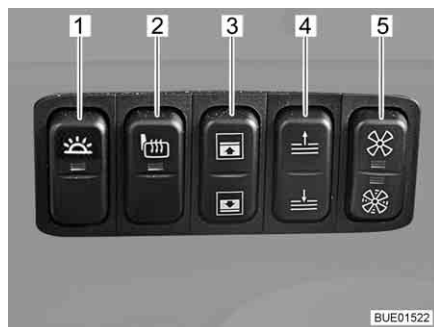

Fig. 34 Barrette d'interrupteurs Grand Panorama
- Appuyer sur l'interrupteur (Fig. 34,1) de la barrette d'interrupteurs.
- Appuyer de nouveau sur l'interrupteur (Fig. 34,1) de la barrette d'interrupteurs
- Appuyer sur l'interrupteur (Fig. 34,2) de la barrette d'interrupteurs. Le voyant de contrôle de l'interrupteur signale la marche.
- Appuyer sur la partie supérieure ou inférieure de l'interrupteur (Fig. 34,4) sur la barrette d'interrupteurs. Le pare-soleil se déplace vers le haut ou le bas tant que l'interrupteur reste pressé.
- Appuyer sur la partie supérieure ou inférieure de l'interrupteur (Fig. 34,3) sur la barrette d'interrupteurs. Le dispositif occultant du pare-brise se déplace vers le haut ou le bas tant que l'interrupteur reste pressé.
- Appuyer sur la partie supérieure de l'interrupteur (Fig. 34,5) sur la barrette d'interrupteurs. Un ventilateur souffle l'air de chauffage de l'espace habitable sur le pare-brise (niveau 1).
- Appuyer sur la partie inférieure de l'interrupteur (Fig. 34,5) sur la barrette d'interrupteurs. Un ventilateur souffle l'air de chauffage de l'espace habitable sur le pare-brise (niveau 2).